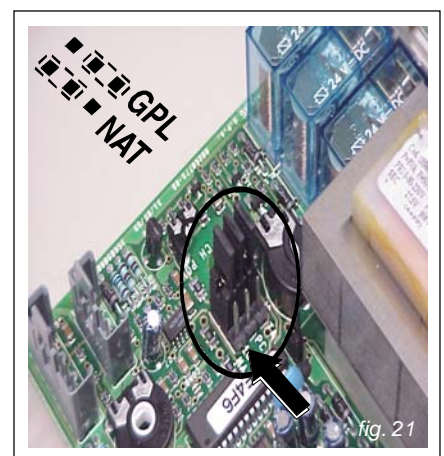

fig. 21
- 2 - Remplacer les 13 injecteurs (1) du brûleur.
- 3 - Remplacer le diaphragme (2) placé à la sortie de la vanne gaz (Voir tableau "Injecteurs - Diaphragmes - Pressions").
- 5 - Accéder à la carte de modulation, contenue dans le tableau électrique et positionner le cavalier à l'endroit indiqué sur la figure 21;